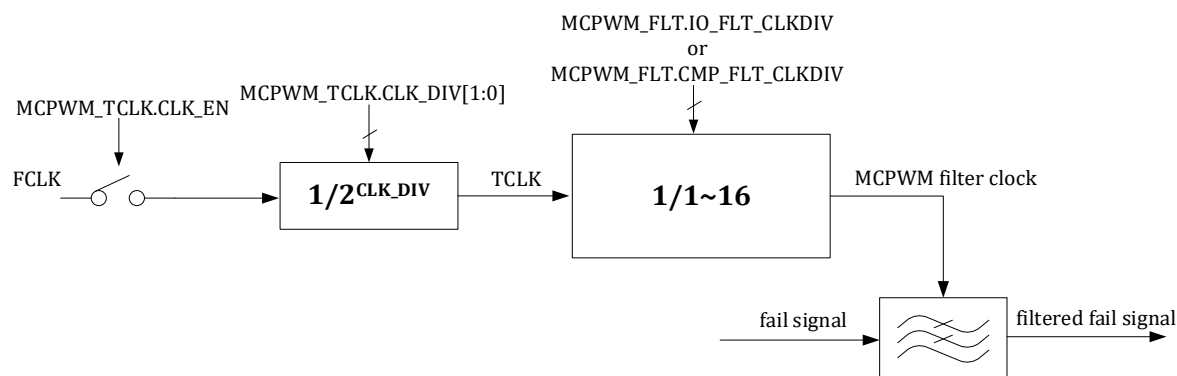

图 14-5 MCPWM Fail 信号滤波时钟生成逻辑
**Filter** 滤波模块的时钟，来自系统主时钟 MCLK 的门控时钟 FCLK，见 SYS\_CLK\_FEN，并经过可选的两级分频，第一级分频由 MCPWM0\_TCLK.CLK\_DIV 控制，进行 1/2/4/8 倍分频。第二级分频可实现 1~256 倍的分频，如果 Fail 信号来自 MCPWM0\_BKIN[1:0]则使用 MCPWM0\_TCLK.IO\_FLT\_CLKDIV[7:0]作为第二级的分频系数；如果 Fail 信号来自芯片内部比较器输出，则使用 MCPWM0\_FLT.CMP\_FLT\_CLKDIV[7:0]作为第二级的分频系数，如图 14-5 所示。